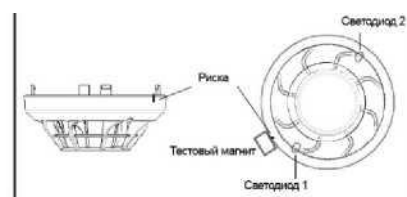

Рис. 3: Тестирование магнитом
1. Поместите магнит (например, M02-24; в комплект поставки не входит) рядом с извещателем, как показано на рис. 3, на расстоянии примерно 2 см от светодиода 1. В этом месте на верхней стороне крышки извещателя имеется 2-х